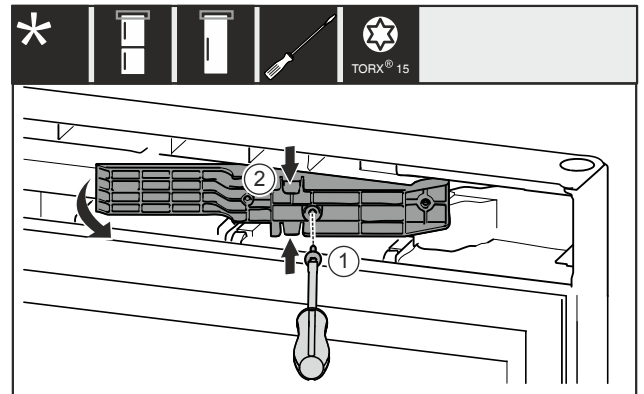

Fig. 16 *
- ▶ Schraube Fig. 16 (1) entfernen.*
- ▶ Adapterstück Fig. 16 (2) oben und unten leicht zusammendrücken und herausziehen.*